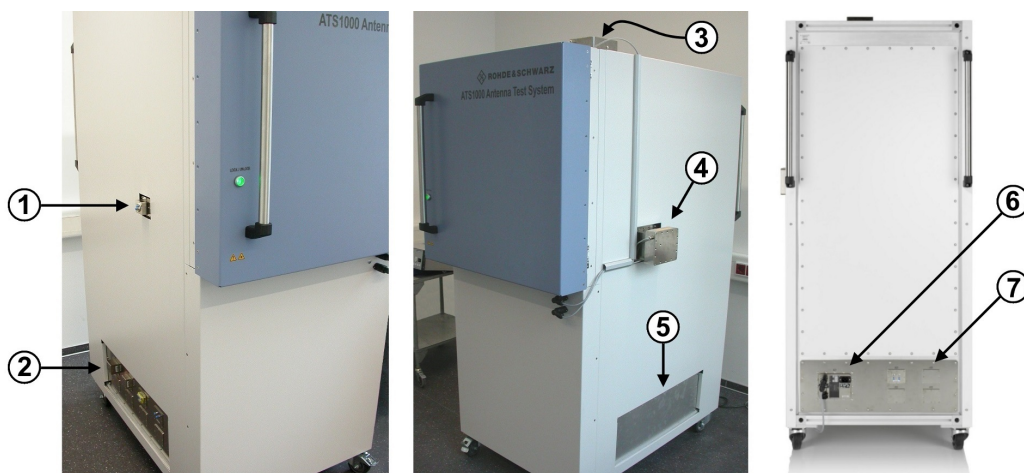

Рис. 4-3: Вид R&S ATS1000 слева, справа и сзади
Кнопка [Laser] (4) включает и выключает лазеры центровки ИУ в камере, см гл. 4.2, "Лазеры центровки ИУ", на стр. 25. Кнопка находится рядом с соединителями кабелей питания (5) двух лазерных модулей, см. рис. 4-3.
На правой стороне камеры имеется внешняя коробка (поз. 4 на рис. 4-3). Эта коробка с этикеткой [A311] содержит лазер горизонтальной центровки. Учтите, что отверстие для лазера в стенке камеры невозможно использовать для установки ввода.
Только Rohde & Schwarz Сервисный персонал разрешено открывать сервисную панель (поз. 5 на рис. 4-3). В случае установки в камере климатической опции R&S ATS-TEMP для испытания ИУ при экстремальных температурах, ее шланги для подачи горячего/холодного воздуха и выпускные шланги соединяются с правой сервисной панелью (5).
Только **Специализированный пользователь** разрешено снимать, устанавливать или открывать лазерные модули (поз. 3 и 4 рис. 4-3) и осуществлять центровку лазеров относительно осей позиционера.